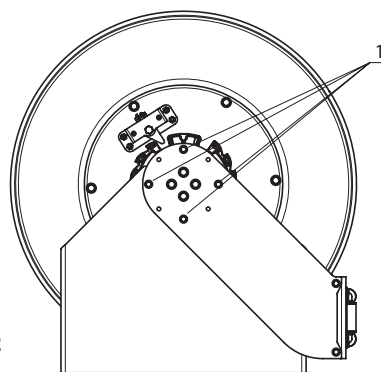

Fig. 2
Pour positionner les bras de guidage du flexible il est nécessaire de desserrer et de retirer les vis (1) (Fig. 2) des deux bras. A cette étape, le tambour et le bras de guidage sont désolidarisés du cadre. Placer ensuite les bras à la position désirée et refixez-les avec les mêmes vis.